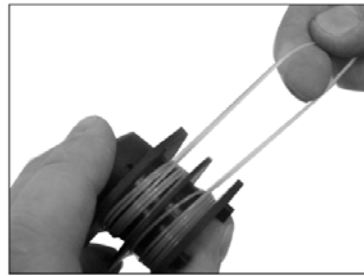

Fig. 10b
4. Równomiernie, warstwa na warstwie, nawiń podwójną żyłkę na szpulę zgodnie z rys. 10b. Nie krzyżuj żyłek, ponieważ nie będą później mogły zostać wysunięte.